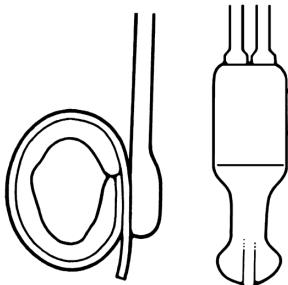

Figura 4-38. Apriete y suelte la pera de la bomba
1. Apriete y suelte la pera de la bomba varias veces para extraer todo el fluido del manguito. (**Figura 4-38**)